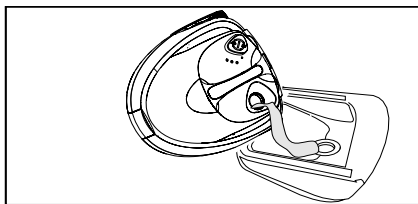

Figura 10
- Despeje a água. Para tanto, incline o aparelho verso o lado do funil de enchimento (veja a figura 10).